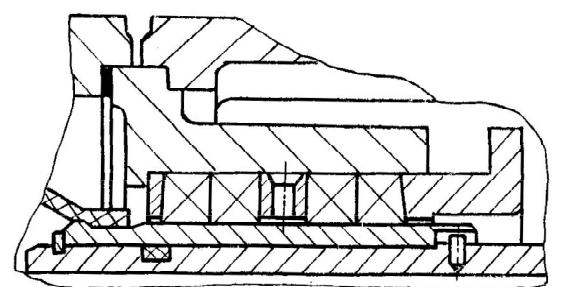

Рис. 5 H1B 16/5
- 3) Перед сборкой карданных шарниров (см. рис. 5, 7) заполнить полости А смазкой согласно табл. 2.
- 4) При сборке уплотнения (см. рис. 5) все полости заполнить смазкой согласно табл.2.
- 5) После сборки насоса подшипники заполнить смазкой согласно табл. 2 через все масленки 12, 19 (см. рис. 5) или через пробку 15 (см. рис. 7).